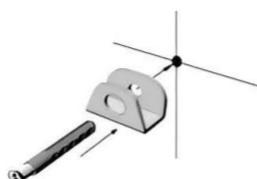
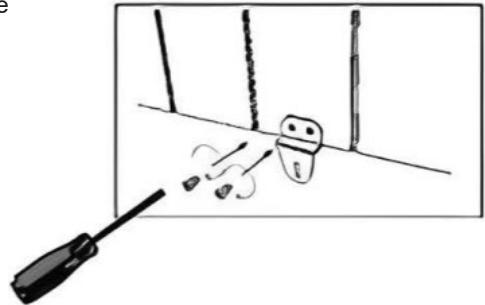

Fig. 6
Fig. 8
3. Setzen Sie die beiden Dübel (D) in die beiden Löcher ein und befestigen Sie die beiden Haken (C) mit den beiden Schrauben (D) (Abbildung 6 & 7).
4. Schrauben Sie die beiden Halterungen (A) (oder je nach Fall nur eine am hinteren Teil des Geräts mit Hilfe der vier Schrauben (E) (oder zwei Schrauben, je nach Modell) an.
Hinweis: Die beiden Halterungen (A) sind mit den Löchern an der auf der unteren Rückseite des Geräts, an beiden Enden verschraubt. (Abbildung 8).